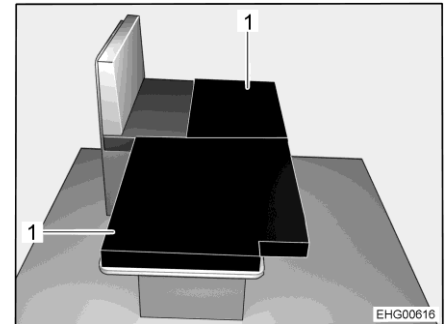

Bild 77 Nach dem Umbau
- Die beiden Zusatzpolster (Bild 77,1) wie abgebildet auf den abgesenkten Tisch legen.